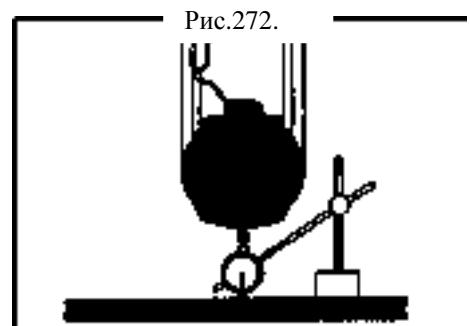

Рис.272.
- (б) Проверьте биение шины (рис.272).